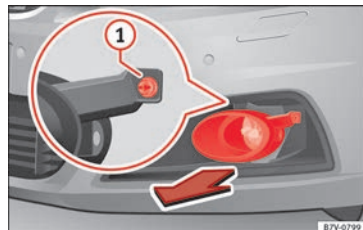

Abb. 109 Im Stoßfänger vorn rechts: Ausbau der Scheinwerfer.
» **Abb. 109**.
2. Befestigungsschraube » **Abb. 109** ① mit dem Schraubendreher aus dem Bordwerkzeugkasten herausdrehen » **Seite 85**.
10. Befestigungsschraube » **Abb. 109** ① mit dem Schraubendreher festdrehen.